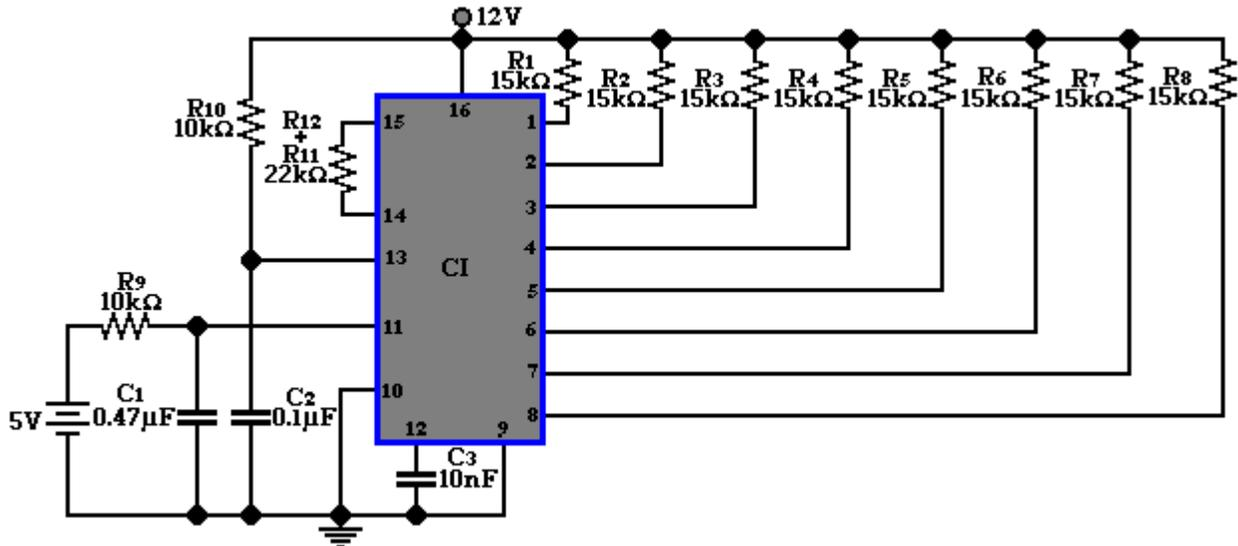

Figura 5.3. Oscilador de salida sincronizada (divisor de frecuencias)
9. Arme el circuito de la figura 5.3.
6. Para el circuito de la figura 5.3 calcular el periodo y frecuencia para el pin 7.